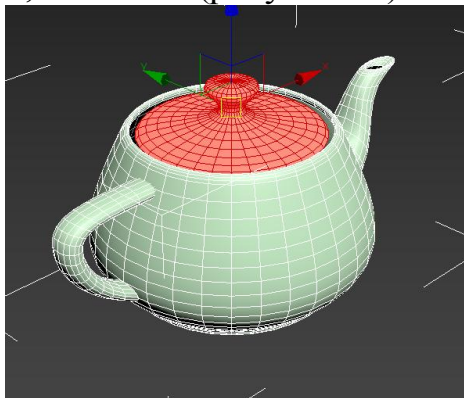

Рисунок 42 – Режим редактирования элементов
5. Режим элемент (**Element**) – позволяет взаимодействовать с отдельными наборами плоскостей, представляющих собой отдельную часть объекта. Большинство стандартных примитивов в 3ds max являются единственным элементом, но не все (рисунок 42).